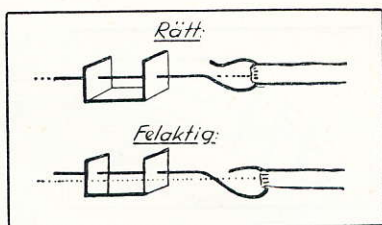

Fig. 34.
**Propelleraxeln** bör göras av rakdragen pianotråd och ej tagas till för vek. Annars riskerar man att efter varje nedslag behöva räta axeln. Böckningen av kroken för gummimotorn skall göras med omsorg. Bland nybörjarna syndas mycket i detta fall. Gummimotorn måste ligga i axelns längdriktning och inte vid sidan om denna, ty då uppstår brytningar och vibrationer (fig. 34). Se till att friktionen mellan axel och lagring blir så liten som möjligt!